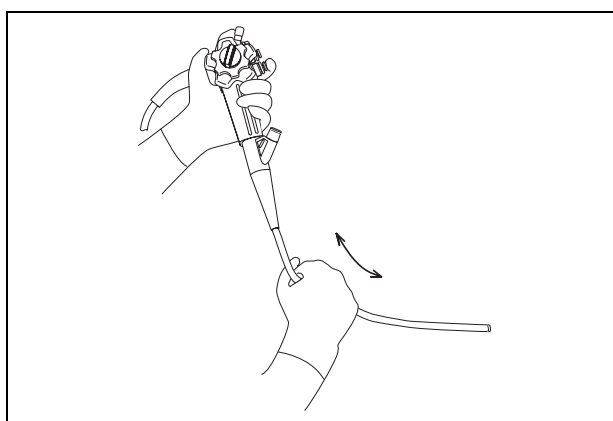

Рисунок 3.2.
4. Осторожно удерживая одной рукой вводимую трубку, тщательно проведите пальцами по всей длине вводимой трубки в обоих направлениях (п. Рисунок 3.2.). Убедитесь в том, что из вводимой трубки не выступают объекты или металлические провода. Также убедитесь в том, что вводимая трубка не является необычно жесткой.